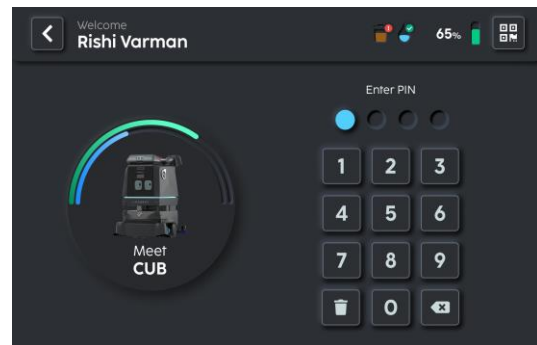

FIGURE 3-16
2. Entrez votre code PIN. (Fig. 3-16).